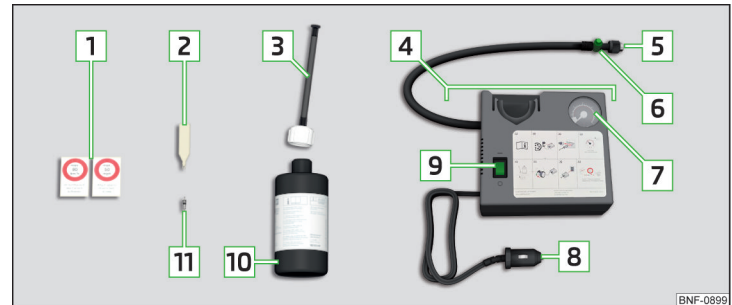

Abb. 244 Pannensetbeschreibung
- ▶ Den Ventileinsatzdreher **2** » **Abb. 244 auf Seite 223** auf den Ventileinsatz stecken, sodass der Ventileinsatz in den Schlitz des Ventileinsatzdrehers passt.
- ▶ Den Reifenfüllschlauch **5** » **Abb. 244 auf Seite 223** fest auf das Reifenventil schrauben.